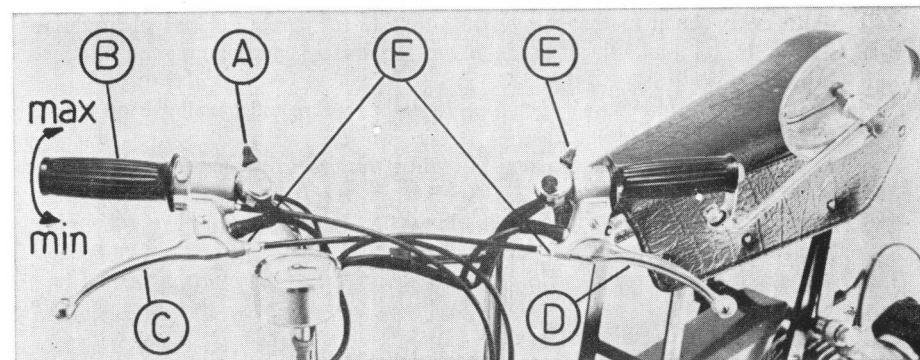

fig. 10
- Girare la manopola del gas al minimo (fig. 10-B).
h) Subito dopo che il motore è avviato girare la manopola del gas al massimo (fig. 10-B) e in tal modo la leva dello starter torna automaticamente in posizione normale.